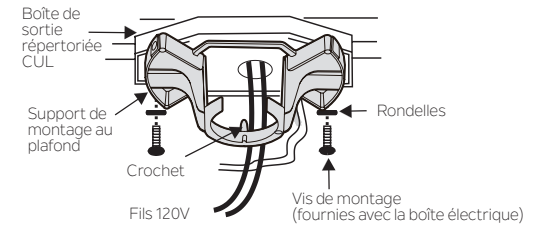

Fig. 6
**Étape 3.** Passez les fils d'alimentation de 120 volts de la boîte de sortie du plafond au centre du support de fixation au plafond. (Fig.6)
**Étape 4.** Fixez le support de fixation au plafond à la prise de courant à l'aide des vis et des rondelles inclus avec la boîte de sortie. (Fig. 6)